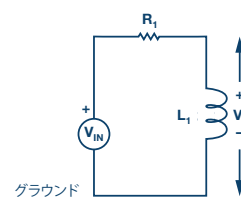

図3. RLハイパス・フィルタの概念図
次に、図3に示したハイパス・フィルタについて考えます。低い周波数では、インダクタ L_1 のインピーダンスは抵抗 R_1 の値に比べて非常に小さくなります。これは、インダクタの両端の電位差 V_0 が、抵抗での電圧降下よりかなり小さくなるということを意味します。高い周波数ではその逆になります。すなわち、インダクタのインピーダンスが増大することによって、抵抗での電圧降下が小さくなり、 V_0 の値が大きくなります。
- ▶ 1. 1k Ω の抵抗 R_1 、20mHのインダクタ L_1 を使用し、ソルダレス・ブレッドボード上に、図3に相当するRL回路を構成します。